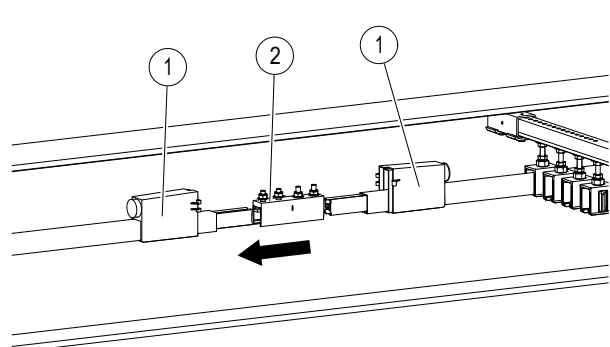
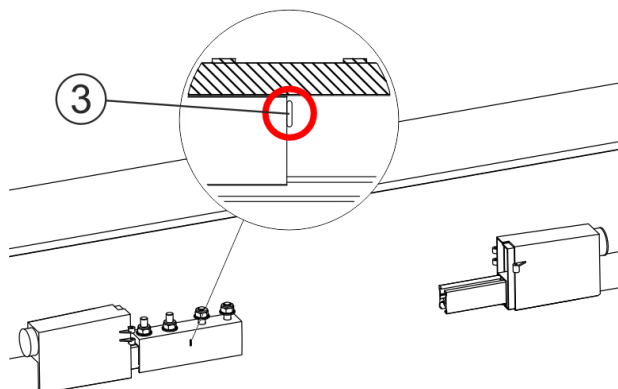
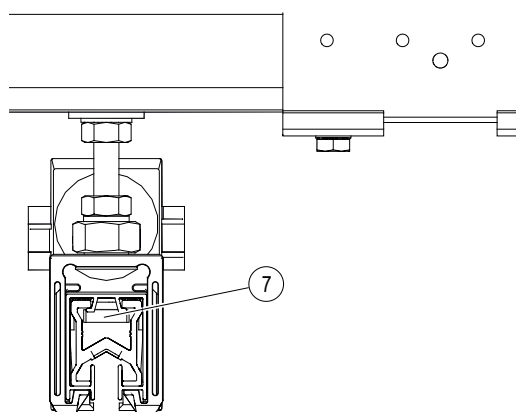

Abb. 70: Verbinder bis zum Anschlag in das erste Stromschienenende schieben
Abb. 71: Verbinder mit Anschlag (Pos. 3) (Aluminium-Edelstahl bzw. CopperECO-Schleifleitung) – in das erste Stromschieneende geschoben
Abb. 78: Spannblech des Verbinders liegt im Hohlprofil des Verbinders
- Den Verbinder (Pos. 2) bis zum Anschlag (Pos. 3) in das erste Stromschieneende schieben (siehe Abb. 70 und Abb. 71). Ein Spalt von 2 bis max. 3 mm zwischen den Schienenenden ist funktionsbedingt notwendig. Das Spannblech (Pos. 7, siehe Abb. 78) muss dabei im Hohlprofil der Stromschiene liegen.